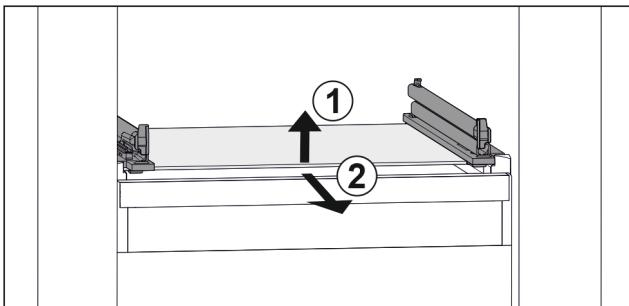

Fig. 82 Примерно изображение на стъклената плоча
- ▶ Повдигнете стъклената плоча отпред. Fig. 82 (1)
- ▶ Извадете стъклената плоча напред. Fig. 82 (2)